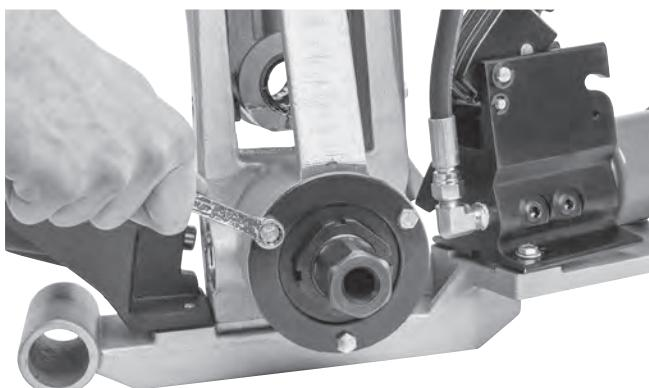

Figura 30 – Extracción de los tornillos hexagonales de la placa de retención
2. Extraiga los tornillos de la placa de retención del alojamiento trasero y extraiga la placa. *Vea la Figura 30.*